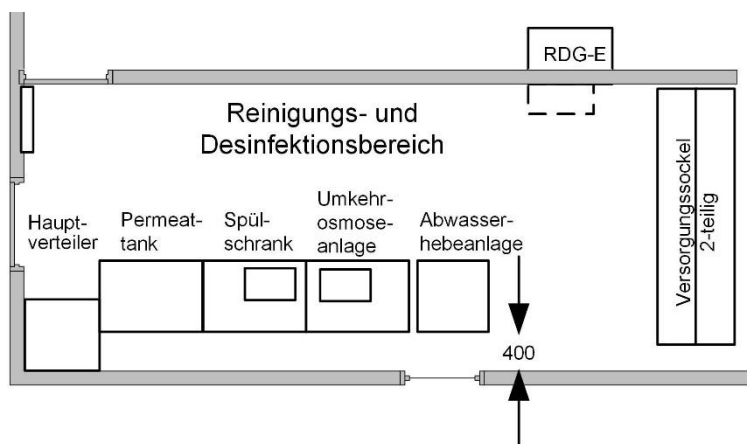

Abb. 11: Positionierung beim Aufbau
- ◆ Nehmen Sie den Permeattank vom Boden des Haubenbehälters ab und positionieren ihn im CRM neben dem Hauptverteiler, ca. 200 mm von der Außenwand entfernt, siehe Abb. 11:.